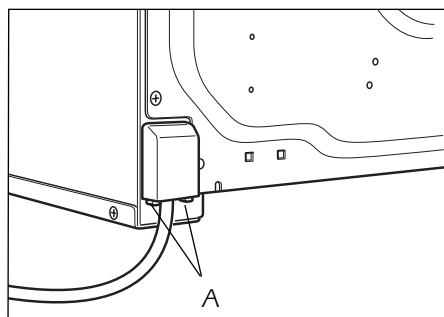

Figura 7
- Sganciare la piastra terminale inserendo un cacciavite nei due ganci "A" (figura 7).